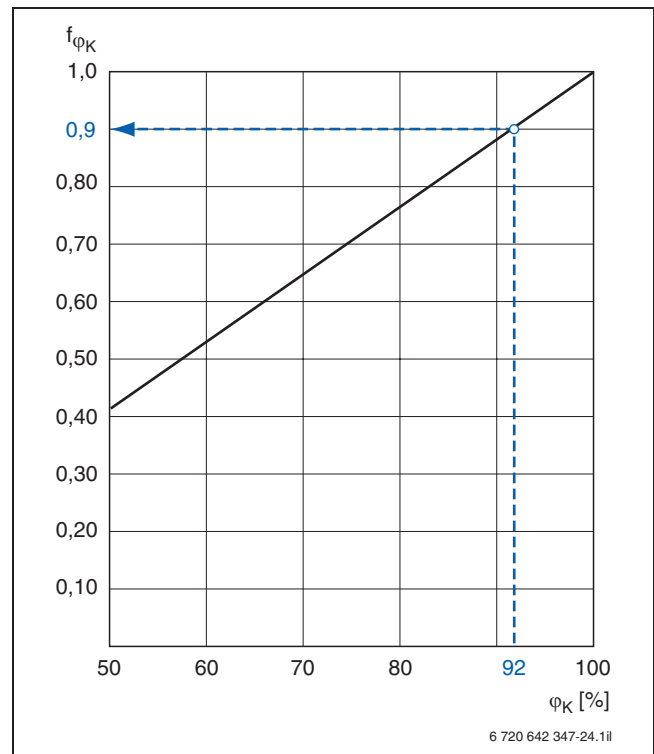

Рис. 28. Коэффициент пересчета номинальной теплопроизводительности конденсационного теплообменника (при температуре воды на входе 30 °С)
$f_{\text{ФК}}$  Коэффициент пересчета см. рис. 28
- $f_{\text{ФК}} = 0,9$  (см. рис. 28)